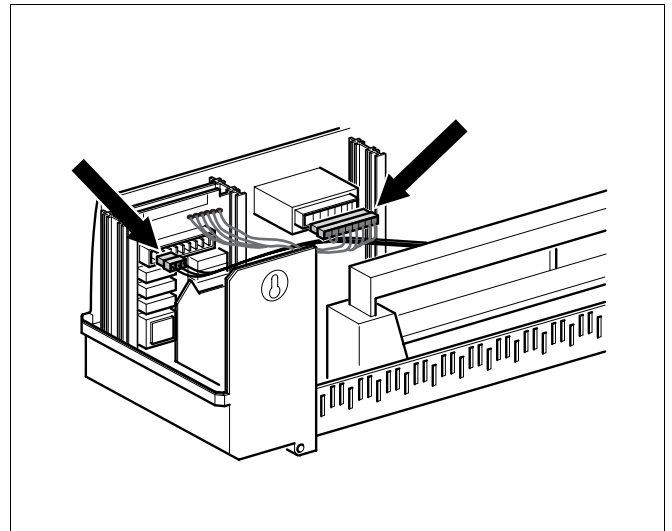

Bild 4 Ansluta spänningsförsörjningen
- Anslut 230 V-stickkontaktarna med modulen (bild 4).